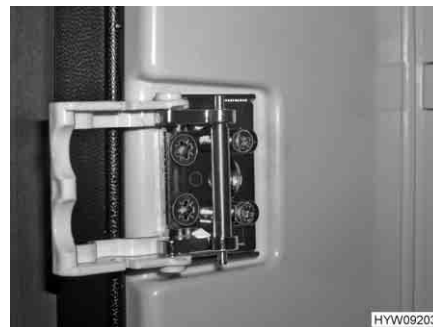

Fig. 180 Dispositivo di chiusura
- Ruotare la staffa (Fig. 177,1 o Fig. 179,1) in avanti (Fig. 178 o Fig. 180).
A seconda del modello, il frigorifero può essere dotato anche di un dispositivo di chiusura, come quello illustrato in Fig. 179 e Fig. 180.